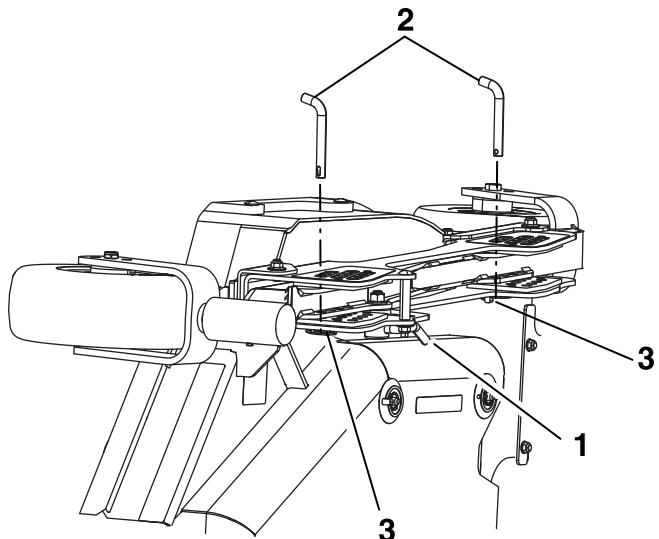

Figura 71
3. Abra los bloqueos de leva de las carcassas laterales derecha e izquierda (Figura 71).
4. Retire y guarde la trabilla de altura de corte de la carcasa lateral (Figura 71).